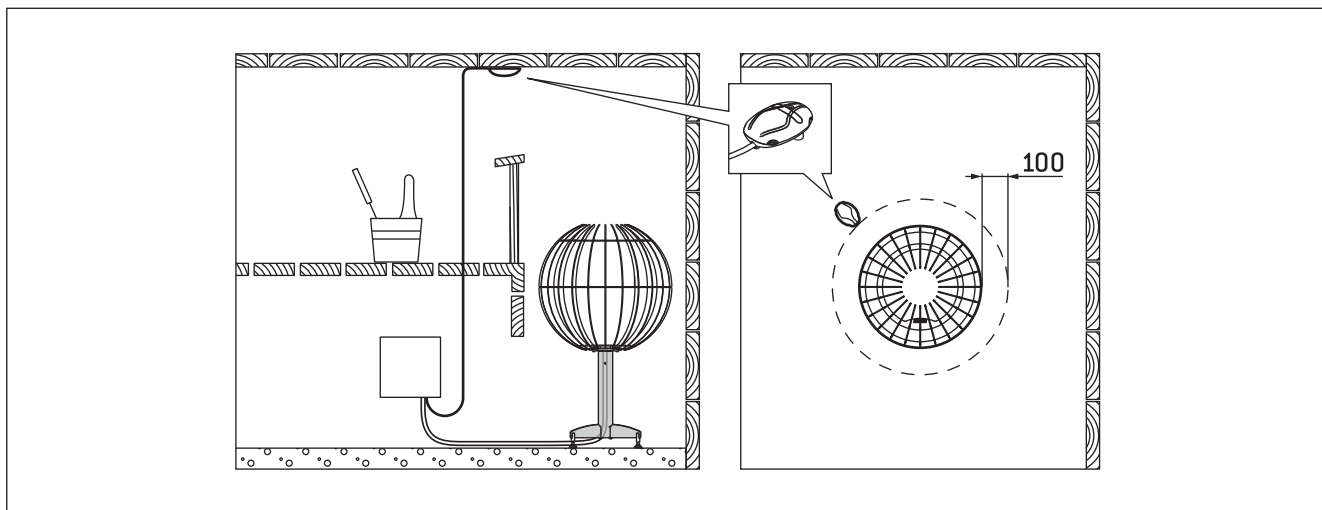

Рисунок 6. Установка температурного датчика (все размеры приведены в миллиметрах)
- **GL:** Установите датчик на стену сауны, как показано на рис. 6. Вставьте кабель датчика в разъем нагревателя по принципу цветového соответствия.
- **GL-E:** Установите датчик (WX248 поставляется вместе с каменкой) на стену сауны, как показано на рис. 6.
Датчик следует устанавливать в место, указанное в данной инструкции (рис. 6). Если не соблюдается минимальное расстояние, следует переместить вентиляцию.